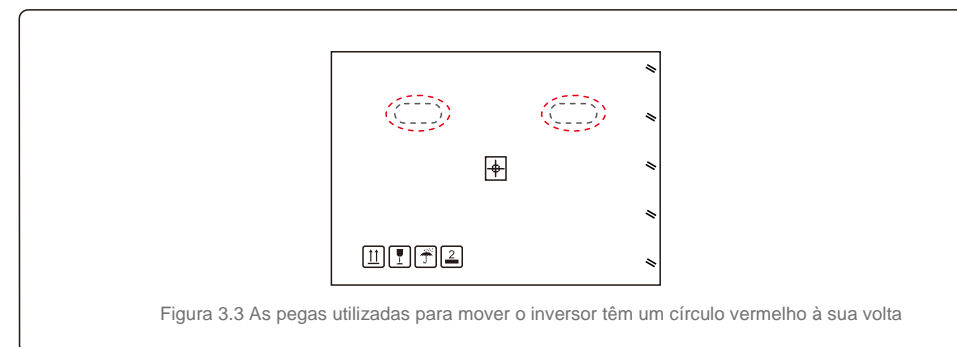

Figura 3.3 As pegas utilizadas para mover o inversor têm um círculo vermelho à sua volta
1. Os círculos vermelhos abaixo indicam recortes na embalagem do produto. Empurre os recortes para formar pegos para mover o inversor (veja a Figura 3.3).